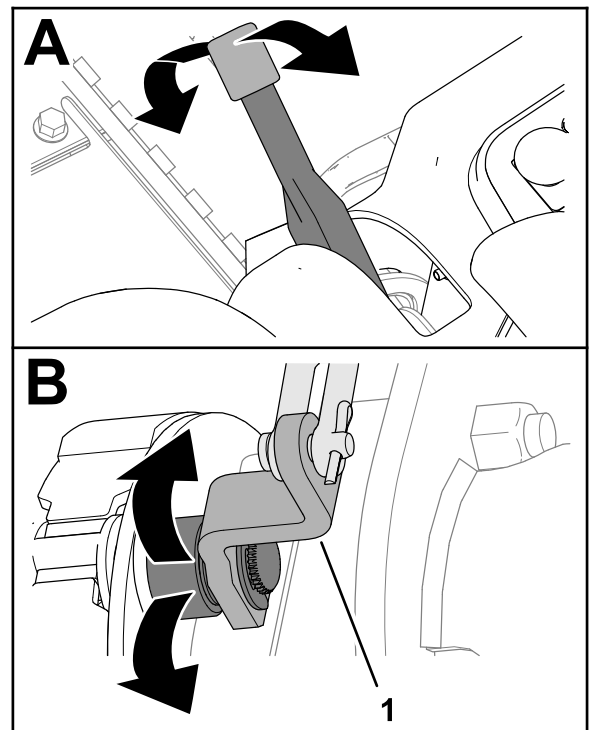

图 69
2. 上下移动手刹操纵杆以检查制动凸轮杆的杆是否可以自由移动图 69。